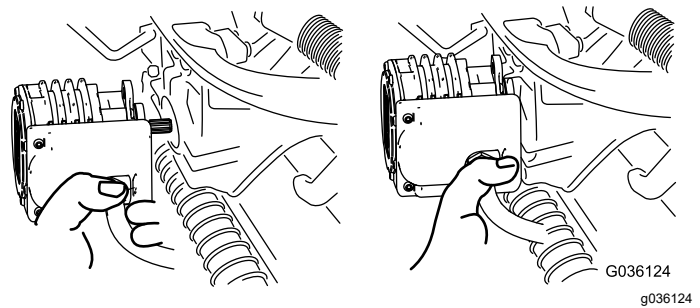

Figura 66
5. Mueva el motor al lugar de almacenamiento en la parte delantera del brazo de suspensión (Figura 66).